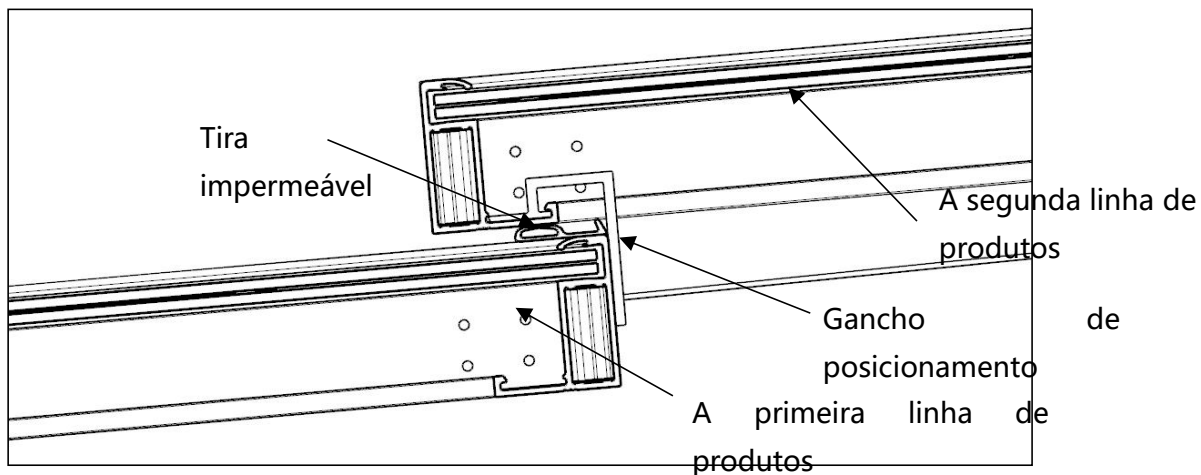

Figura 25
- 14 Seguindo o método de instalação do primeiro produto na primeira fileira, coloque o suporte de montagem e os conjuntos de fixadores inferiores na terceira fileira de terças e coloque os conjuntos de fixadores superiores na quarta fileira de terças. Em seguida, coloque os produtos com os ganchos de posicionamento instalados no topo da primeira fileira, utilizando ganchos de posicionamento para posicionamento em forma de junta sobreposta. (Figura 25).